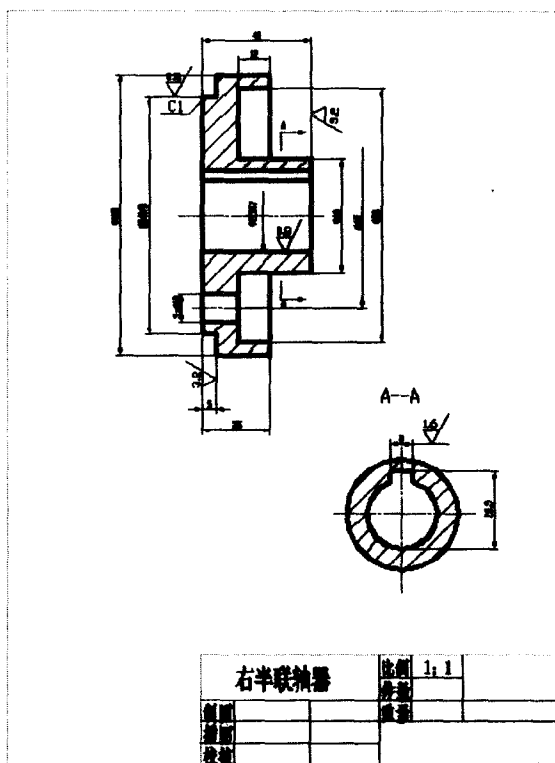
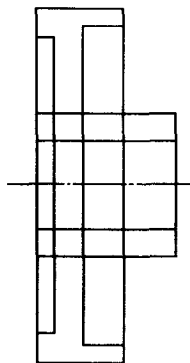
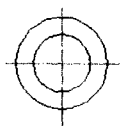

图 2-1
图 2-3
图 2-6
任务目标 本例制作右半联轴器零件二维图，效果如图 2-1 所示。
Step 3 单击 按钮，根据图 2-1 所示尺寸作矩形，如图 2-3 所示。
Step 7 单击 $\odot$ 按钮, 根据图 2-1 所示尺寸作圆, 如图 2-6 所示。
Step 9 剖面线处理。选择剖面线图层 (10 层), 根据图 2-1 所示对图形作剖面线。